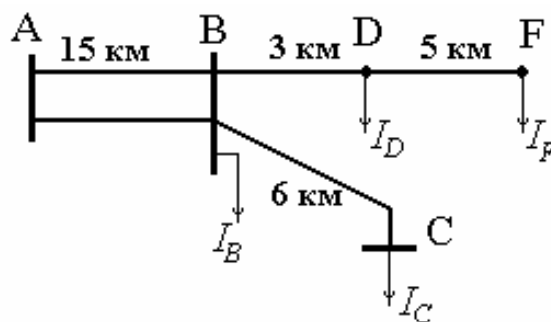

Рис. 44
**Задача 19.** Распределительная сеть, изображенная на рис. 44, имеет номинальное напряжение 35 кВ. Участок АВ выполнен проводом АС-95 и имеет протяженность 15 км. Остальные участки выполнены проводом АС-35.